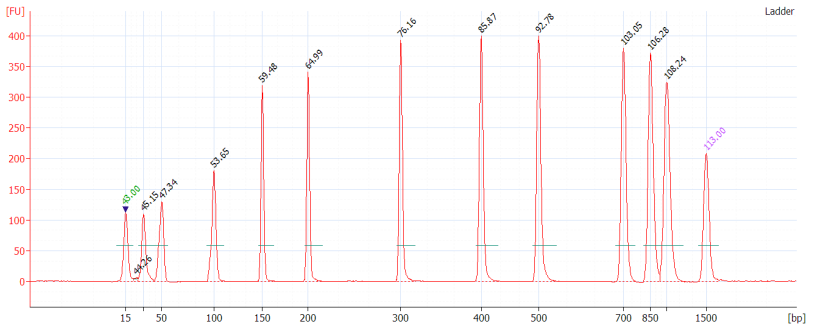

Figure 8 : Électrophorégramme en échelle (Bioanalyzer)
- Vérifiez que le profil [Ladder Plot] (graphique en échelle) ressemble à la Figure 8 ci-dessous et comporte 13 pics avec le plus bas à 15 bp et le plus élevé à 1 500 bp (il s'agit des marqueurs qui se trouveront sur chaque échantillon Read) et une ligne de base plate (voir Figure 8).